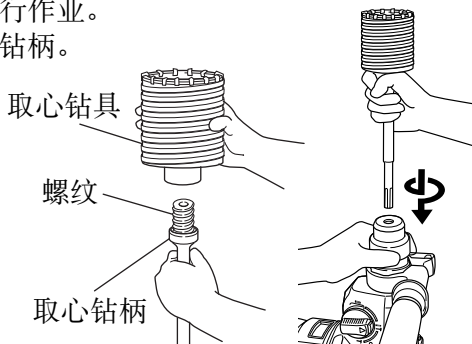

图 33
- (1) 把取心钻具安装於取心钻柄 (图 33)。润滑取心钻柄的螺纹,可使拆解更加容易。